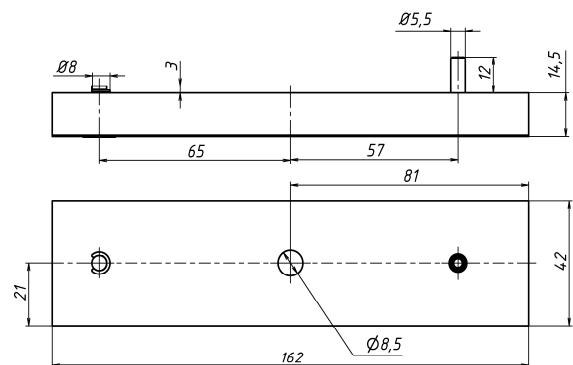

Рисунок 9 – Якорь
5.3 Якорь замка устанавливается на двери напротив корпуса и закрепляется с помощью комплекта крепления якоря. Для варианта замка AL-350FB-M-01 в двери подготавливаются монтажные отверстия для штифта ($\varnothing 6$ мм) и винта крепления ($\varnothing 10$ мм) в соответствии с габаритным чертежом якоря (рисунок 9).